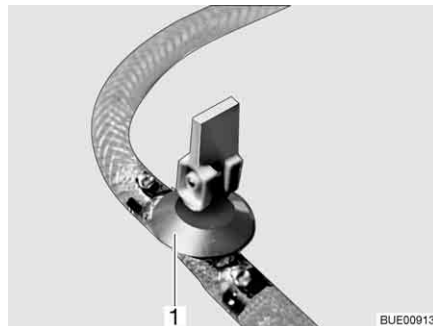
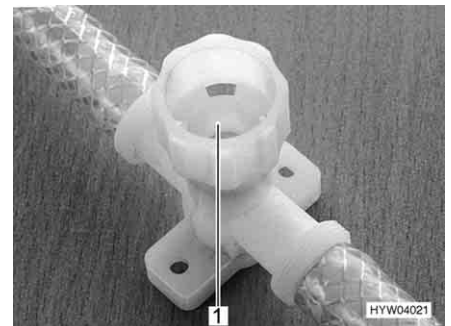

Fig. 168 Robinet de vidange (avec levier à bascule)
Fig. 169 Robinet de vidange (avec capuchon tournant)
- Fermer tous les robinets de vidange. Placer pour ce faire le levier à bascule (Fig. 168,1) à l'horizontale ou faire tourner le capuchon du robinet de vidange (Fig. 169,1) dans le sens des aiguilles d'une montre.